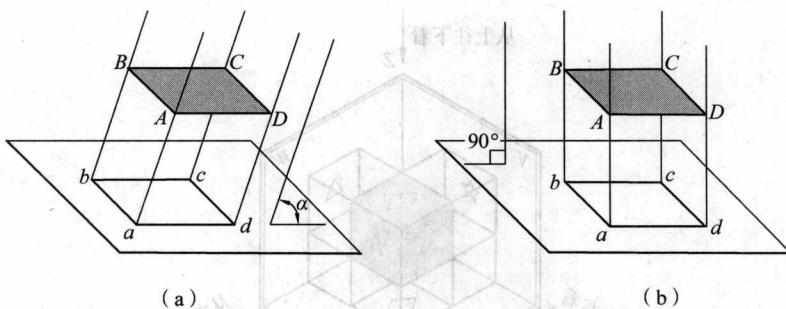

图 1-4 平行投影法
(1) 斜投影法。投射线倾斜于投影面的平行投影法。根据斜投影法所得到的图形称为斜投影图，如图 1-4 (a) 所示。
(2) 正投影法。投射线与投影面相垂直的平行投影法。根据正投
影法所得到的图形称为正投影图，如图 1-4 (b) 所示。